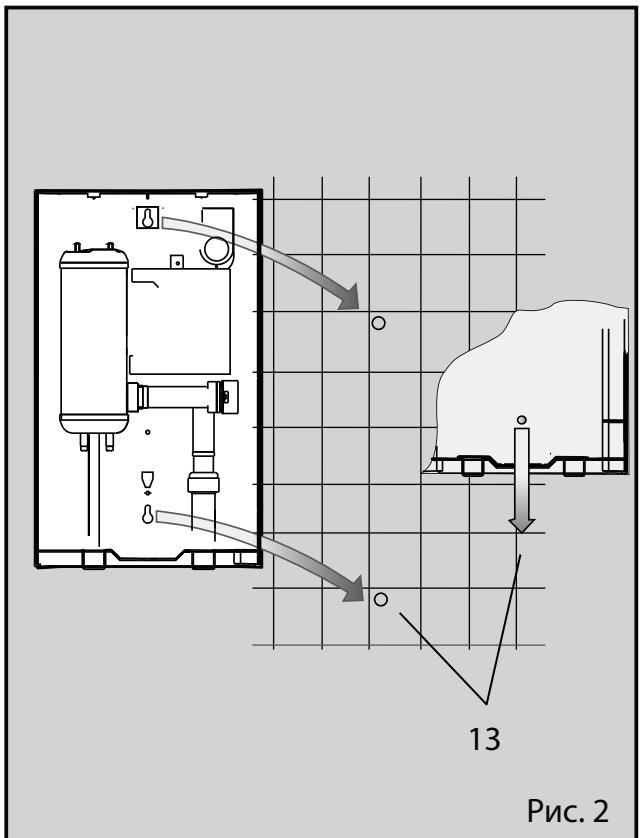
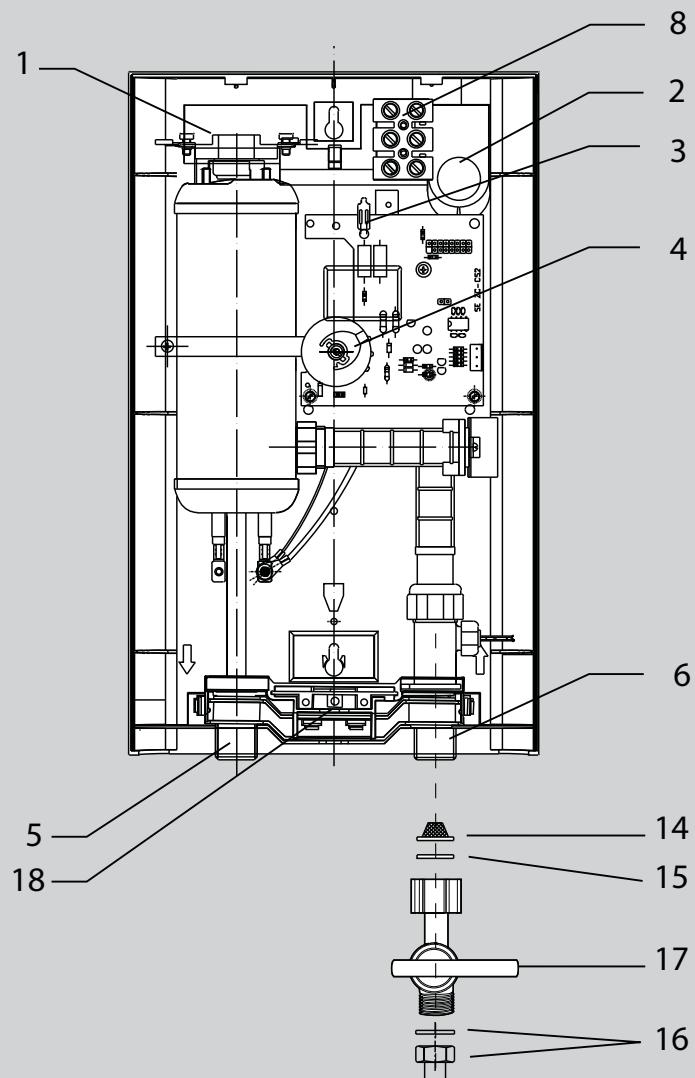

Рис. 2
Рис. 9
Прибор должен быть заземлен (см. электрическую схему). Для защиты от проникновения воды следует использовать кабельный сальник (рис. 9, поз. 2).
Отсоединить клапан подачи воды (рис. 9, поз. 17), снять фильтр (рис. 9, поз. 14) и очистить его. Выполнить сборку в обратной последовательности.
- 13 Монтаж на стену (рис. 2)
4. Провести соединительный кабель через сальник (рис. 9, поз. 2) в задней стенке. Навесить прибор на крепежные шурупы и сместить его вниз (рис. 2, поз. 13).
6. Подключить прибор к системе холодного водоснабжения. Подсоединить клапан подачи воды (рис. 9, поз. 17) через фильтр (рис. 9, поз. 14) с помощью шайбы (рис. 9, поз. 15) к патрубку подачи холодной воды в прибор
- (рис. 9, поз. 6). Затянуть накидную гайку с шайбой (рис. 9, поз. 16) на клапане подачи воды.